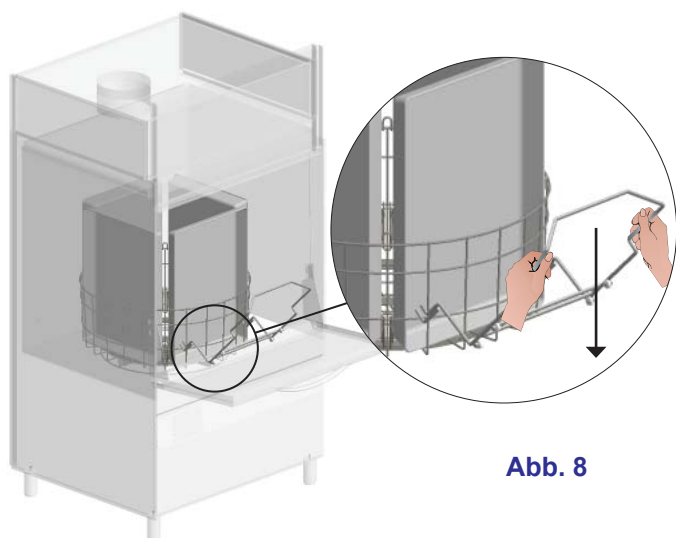
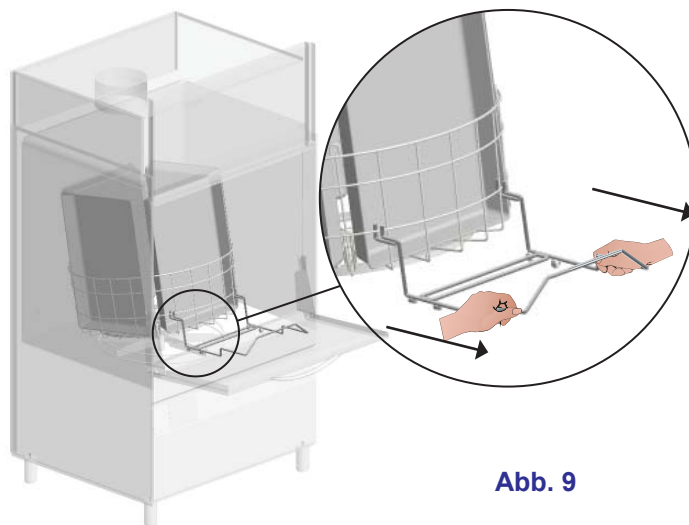

Abb. 8
Abb. 9
- f) Korbauszieher mit Rollen. Den Korb an den Korbauszieher einhängen. Siehe Abb. 8. Den Korbauszieher senken, so dass die Rollen auf der Maschinentür gleiten und der Korb leicht angehoben wird (siehe Abb. 9).